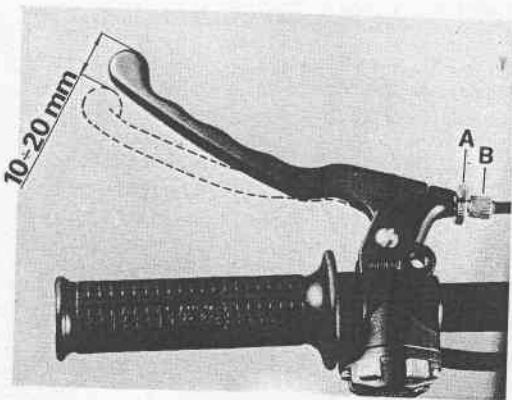

Fig. 13
- Débloquer le contre-écrou A et intervenir sur la manette de réglage B (Fig. 13), dans le sens des aiguilles d'une montre si l'on désire augmenter le jeu du levier de freinage, dans le sens inverse si on désire le diminuer. L'opération une fois terminée, remettre le couvercle de protection sur la rosette de tension du câble.